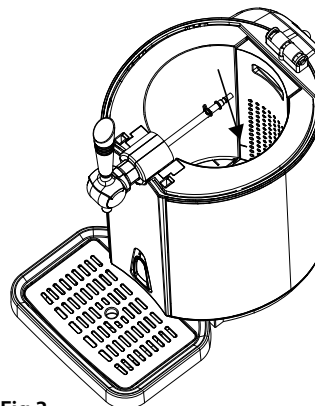

Fig.3
5. Verwijder de schede met stijgbuis van het apparaat. Giet 800 ml koud water in de koelruimte. Let op de MAX-markering in de koelruimte en dat er zich geen andere voorwerpen in de koelruimte bevinden (Fig. 3).